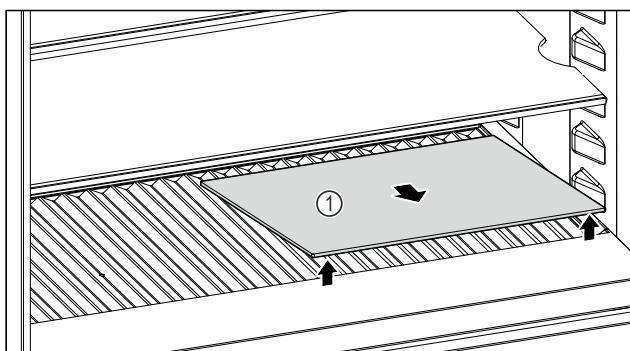

Fig. 254
- Løft glassplaten Fig. 254 (1) foran på fordypningen og ta den ut.
- Oppbevar glassplaten Fig. 254 (1) trygt utenfor apparatet.